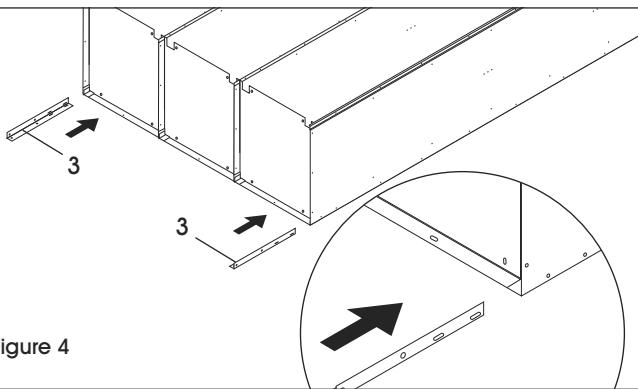

Figure 4
8. Insérez les pattes arrière (3) dans les coins extérieurs entre le fond et le côté. Boulonnez chaque patte au côté à l'aide de deux boulons et écrous. (Voir Figure 4)